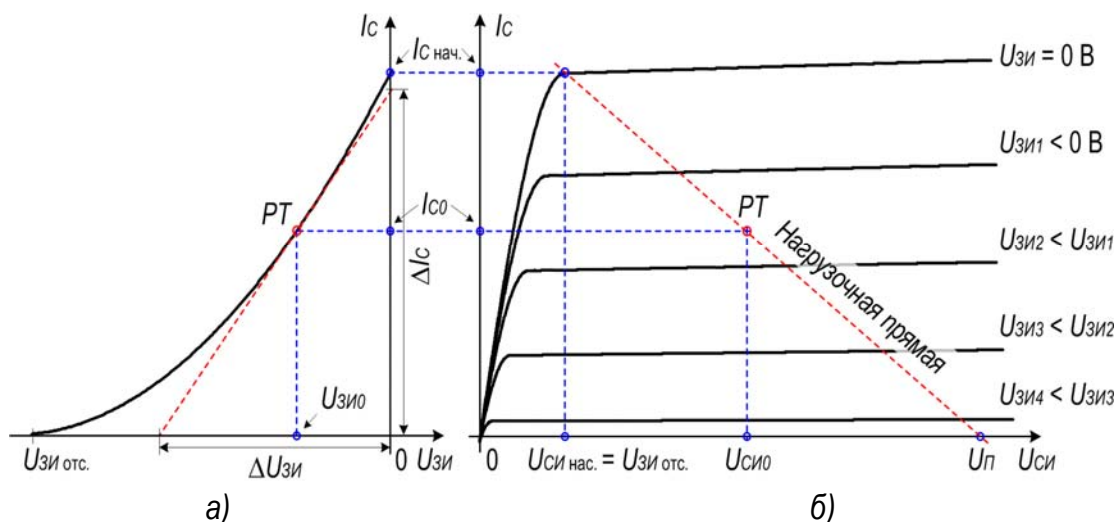

Рис. 8.7 К расчёту рабочей точки (PT) полевого транзистора с управляющим $p-n$ -переходом: а – стоко-затворная ВАХ, б – выходные ВАХ
Начальный режим работы полевого транзистора обеспечивается постоянным током стока I_{C0} и соответствующим ему постоянным напряжением между стоком и истоком $U_{си0}$ (см. рис. 8.7), которые устанавливаются с помощью источника питания $U_{П}$ и начального напряжения смещения на затворе $U_{зи0}$.
- а) построить статическую линию нагрузки на выходной ВАХ (рис.8.7б) и отметить положение рабочей точки $(U_{\text{си0}}; I_{\text{с0}})$, принимая $I_{\text{с0}} = (0,5 \dots 0,6) I_{\text{снач.}}$;
- б) используя стоко-затворную ВАХ (рис.8.7а) определить значение напряжения $U_{\text{зи0}}$;
- в) через рабочую точку на стоко-затворной ВАХ (рис.8.7а) провести касательную и определить крутизну $S = \Delta I_{\text{с}} / \Delta U_{\text{зи}}$, сравнить полученное значение с теоретическим, рассчитанным по формуле (8.6);